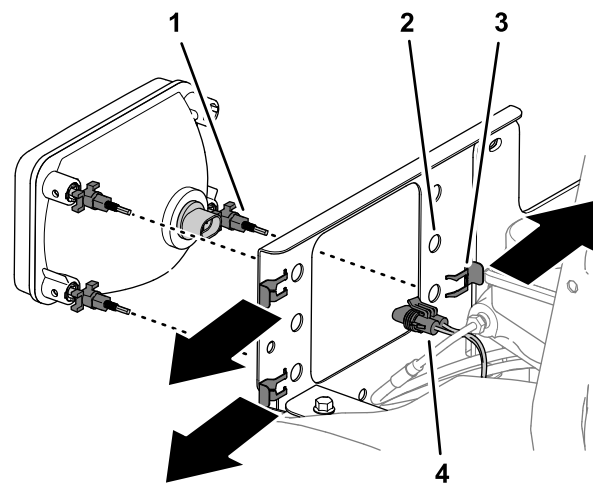

Figura 43
2. Retire os 3 cliques das 3 porcas de ajuste do farol e retire o farol do suporte respectivo (Figura 43).
1. Desligue o conector de duas tomadas da cablagem da máquina do conector de dois pinos na traseira do farol (Figura 43).
5. Alinhe as 3 porcas de ajuste do farol através dos furos no suporte de montagem do farol e prenda as porcas com os cliques (Figura 43) que removeu no passo 2.